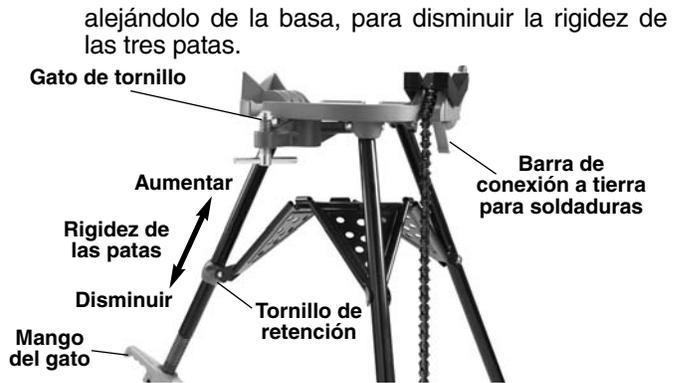

Figura 2 – Ajuste de la tensión de las patas del trípode (460-12)
8. Conexión para soldaduras – las prensas de tornillo TRISTAND 460-6 y 460-12 disponen de una barra de conexión a tierra para aparatos de soldar, ubicada debajo de la prensa (Figura 2).